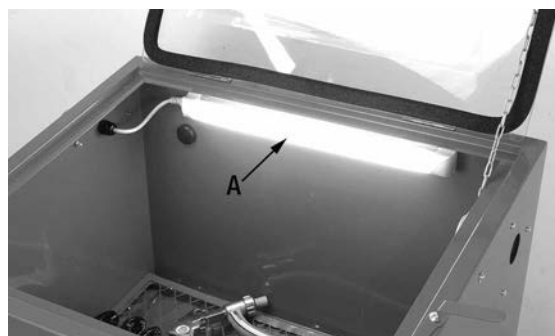
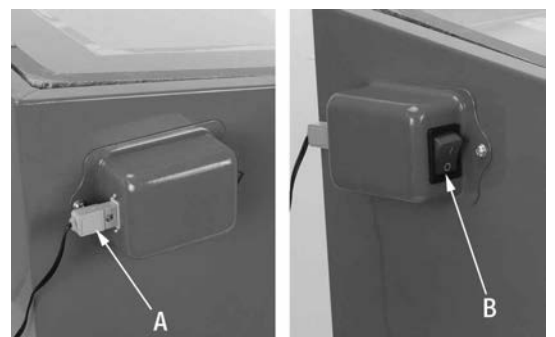

FIGURE 3
FIGURE 4
- 5) Ce Cabinet de Sablage à Jet comprend une lumière DEL (A) Fig.3. Pour utiliser la lumière DEL, branchez le connecteur (A) Fig.4 de l'adaptateur de courant. Branchez la prise de l'adaptateur dans une prise de courant 120V appropriée et allumez la lumière DEL à l'aide de l'interrupteur marche/arrêt (B).